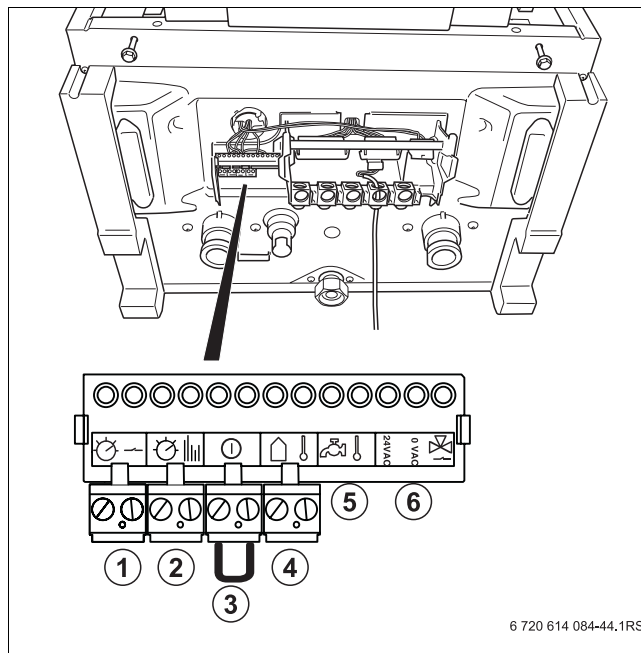

Fig. 21 Cutie cu borne de joasă tensiune
- ▶ Racordați modulul funcțional prin BB-Bus la bornă  (→ fig. 21, [2]).